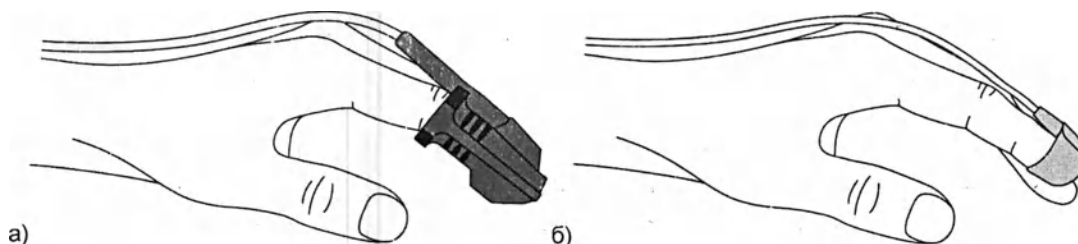

Рис. 42. Схема наложения многократного (а) и однократного (б) датчиков сатурации кислорода
- 9) Датчик сатурации кислорода может быть многократным (рис. 42, а) и однократным (рис. 42, б). Наденьте датчик на концевую (ногтевую) фалангу одного из пальцев пациента (чаще 2-3-4 пальца), ноготь пациента должен быть чистым, коротко остриженным, заранее попросите пациента не использовать лак для ногтей. Во избежание обматывания отводящего провода датчика вокруг пациента зафиксируйте его на руке медицинским пластырем.